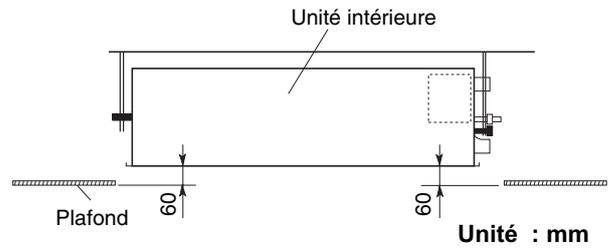

Fig. 9-5
- (1) Ajustez la distance entre l'unité et la surface du plafond (60 mm) à l'aide des 2 écrous, comme illustré à la figure 9-5, en suivant le gabarit d'installation.